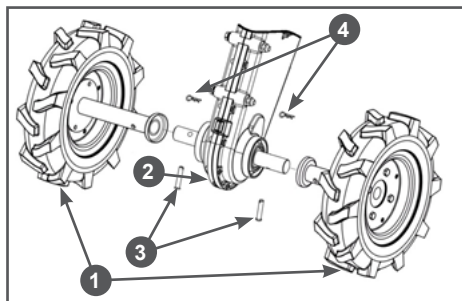

Рис. 8 Установка колес
3. Установите колеса 1 с осями в сборе на выходной вал коробки передач 2 (Рис. 8). Закрепите оси пальцами 3 и шплинтами 4 (Рис. 8).